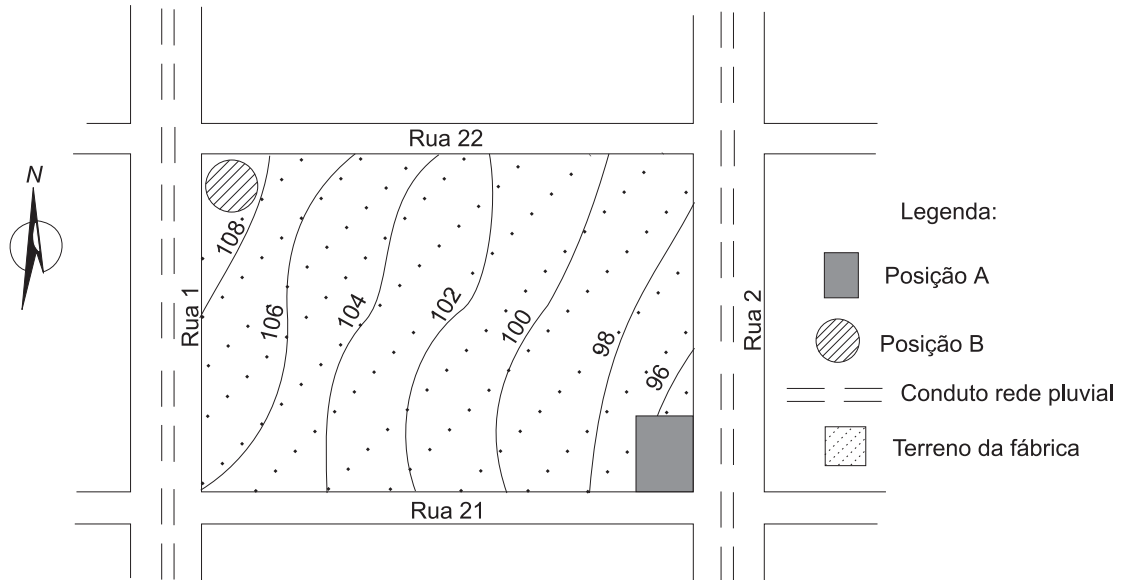

Figura 2 - Planta de localização do terreno com curvas de nível
- planta de localização, com as curvas de níveis (Figura 2);
- Observando as características topográficas do terreno, entre as posições A e B indicadas na Figura 2, qual você escolheria para posicionar a bacia de retenção? Justifique sua resposta. **(valor: 1,0 ponto)**